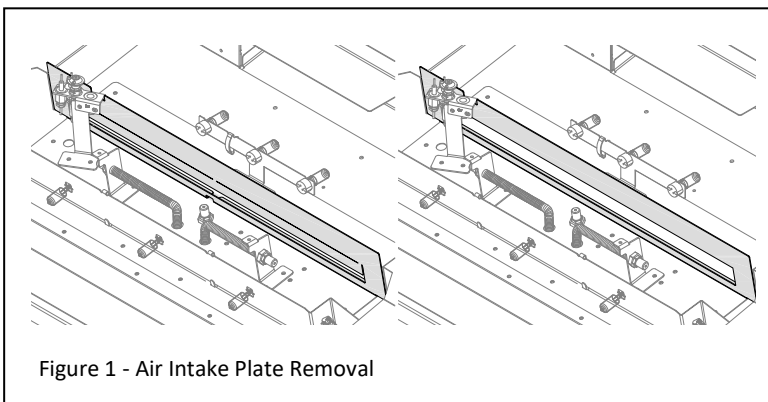

Figure 1 - Air Intake Plate Removal
1. The air intake plate is mounted to the control board. Bend at the perforation until the plate breaks off and discard. The left image in Figure 1 shows the plate as shipped and the right image shows the perforated metal piece removed.
1. La plaque d'admission d'air est montée sur le tableau de commande. Pliez au niveau de la perforation jusqu'à ce que la plaque se détache et jetez-la. L'image de gauche de la figure 1 montre la plaque telle qu'elle est expédiée et l'image de droite montre la pièce métallique perforée retirée.